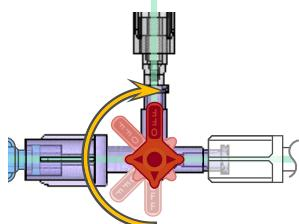

Figura 8. Desvío del sistema (llave de paso para ahorro cerrada)
- a. Para evitar el sistema DyeVert Power XT (es decir, sin derivación), cierre la llave de paso del DyeVert Power XT a la llave de paso de selección de válvula (consulte la figura 8). El sistema Power XT debe evitarse en el lavado de catéteres con solución salina o la administración de fármacos.